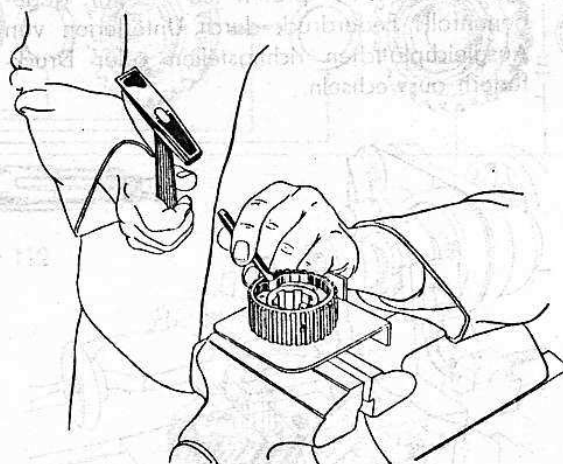

Bild 104
9. Mitnehmerring mit Meißel aus Gleichlaufkörper herausschlagen (Bild 104).